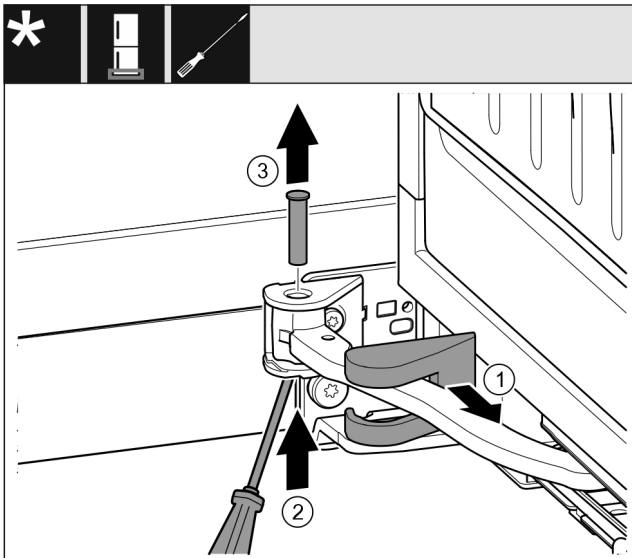

Fig. 15
- Lagerbockabdeckung Fig. 15 (1) abziehen und entlang des Gelenks verschieben.
- Bolzen Fig. 15 (2) mit Schraubendreher von unten anheben.
- Bolzen Fig. 15 (3) von oben herausziehen.